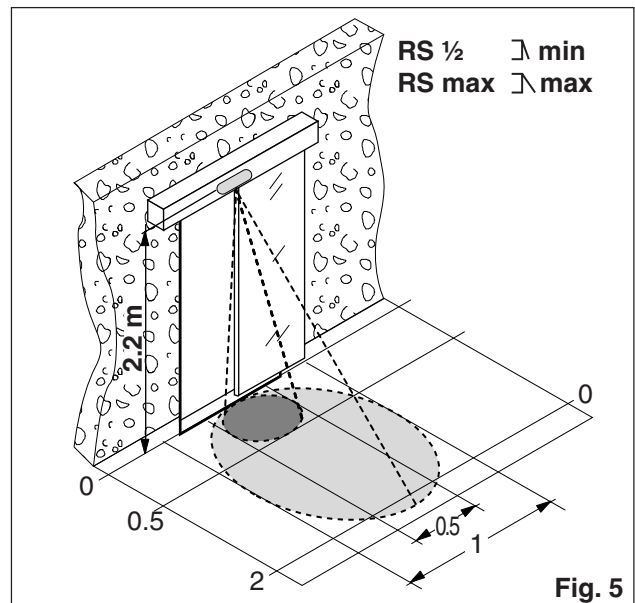

Fig. 5
- 3.9 Per modificare l'area di rilevamento togliere il coperchio e regolare la sensibilità mediante il trimmer RS [4] (fig. 5).
- 3.9 To vary the detection area, remove cover and adjust sensitivity by means of the RS trimmer [4] as shown in Fig 5.